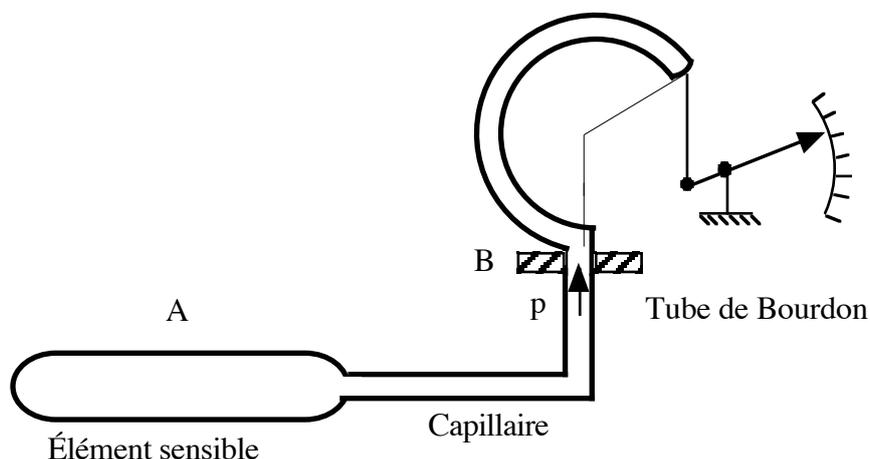

Figure 5 – Thermomètre à gaz
Sous une forme schématisée, un thermomètre à gaz est composé d'une sonde (A), formant une enveloppe dans laquelle est enfermé le gaz thermométrique (fig. 5). Cette sonde est reliée par un tube capillaire de raccordement à l'extrémité (B) d'un tube de Bourdon, appelée spirale de mesure. Cette extrémité est fixe. La longueur du tube de raccordement ne doit pas excéder 100 mètres. Sous l'effet de la température du milieu dans lequel la sonde est placée, la pression du gaz va varier, ce qui modifiera l'équilibre de l'extrémité libre du tube de Bourdon. Cette variation de pression se traduira par un mouvement de rotation de l'index indicateur qui se déplacera devant un cadran portant des graduations thermométriques.